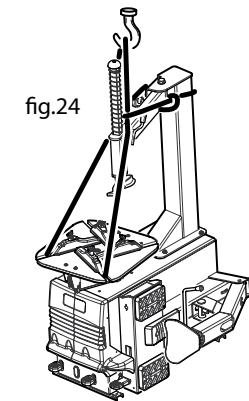

fig.24
- Avvolgere la fascia (a) di sollevamento (mod.DR250 di mt.1) attorno al palo e alla fascia (b) (mod.FA650 di mt.3) (fig.24).
- Infilare la fascia (b) nel cappio della fascia (a); sollevare la macchina con il paranco (fig.24).
- Wrap the lifting strap (a) (mod. DR250 of 1 m) around the column and strap (b) (mod. FA650 of 3 m) (fig.24).
- Thread strap (b) through the loop of strap (a); raise the machine with a hoist (fig.24).
- Passer la bande de levage (a) (mod.DR250 de 1 m.) autour de la potence et de la bande (b) (mod.FA650 de 3 mètres) (fig. 24).
- Faire passer la bande (b) dans le noeud coulant de la bande (a); lever la machine en se servant du palan (fig.24).
- Das Hebeband (a) (Modell DR 250 von 1 m) um die Tragesäule und das Band (b) (Abbildung FA 650 von 3 Metern) (Abb. 24) wickeln.
- Das Hebeband (b) in die Schlaufe des Bands (a) einführen; das Gerät mit dem Flaschenzug hochziehen (Abb. 24).
- Enrolle la correa (a) de levantamiento (mod. DR250 de m.1) a la columna y a la correa (b) (mod. FA650 de m.3) (fig. 24).
- Inserte la correa (b) en el nudo de la correa (a); levante la máquina con el gato (fig. 24).